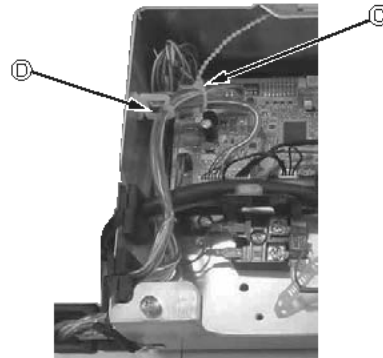

Fig. 10-14
- i-See sensör ve sinyal alıcı bağlantı kablolarının fazla kısımlarını şemada gösterildiği gibi elektrikli aksam kutusunda kablo kıscacına yerleştirin ve kabloları hep beraber tespit malzemesi ile tespit edin. (Fig. 10-14)